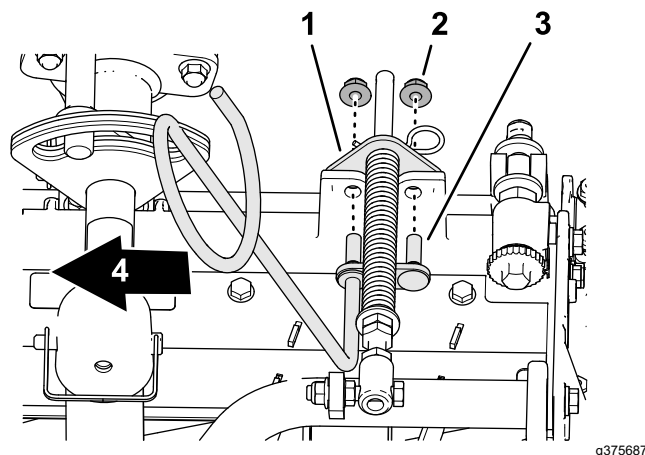

**Figura 11**
5. Alinee los espárragos de la guía de mangueras izquierda con los orificios del bastidor de la unidad de corte y del soporte del muelle de compensación (**Figura 11**).